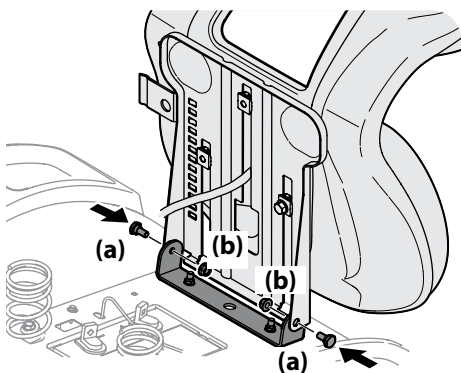

Figura 2-3
3. Gire o assento para a sua posição e fixe-o no lugar com os parafusos (a) e porcas-trava de flange (b) removidos anteriormente. Tome cuidado para não dobrar ou danificar o chicote do cabo do chicote enquanto instala o assento. Veja Figura 2-3.